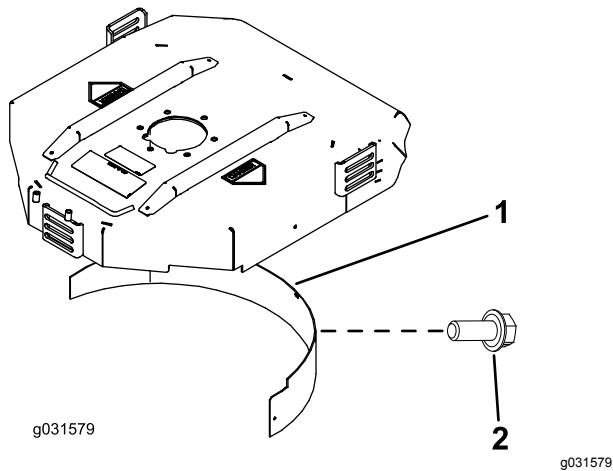

Figura 9
- Instale o abafador de cobertura (mulch) na abertura traseira e fixe-o com 5 parafusos com cabeça flangeada (Figura 9).